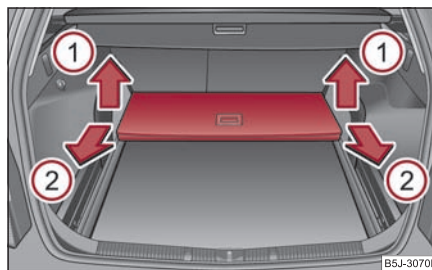

Fig. 83 Portbagajul: scoaterea podelei variabile
- Ridicați podeaua în sensul indicat de săgeata ① ⇒ pagina 72, fig. 83 și scoateți-o trăgând în sensul indicat de săgeata ② ⇒ pagina 72, fig. 83.